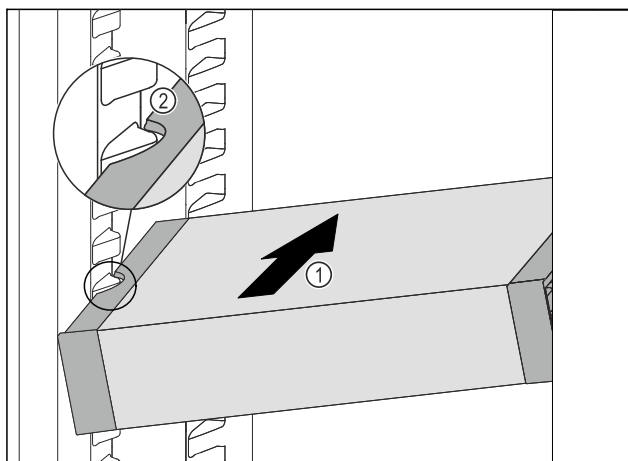

Fig. 59
- ▶ VarioSafe zasúvajte šikmo do chladničky Fig. 59 (1), dokým sa bočné vybrania Fig. 59 (2) VarioSafe nebudú nachádzať vo výške rebra nádoby v chladničke.